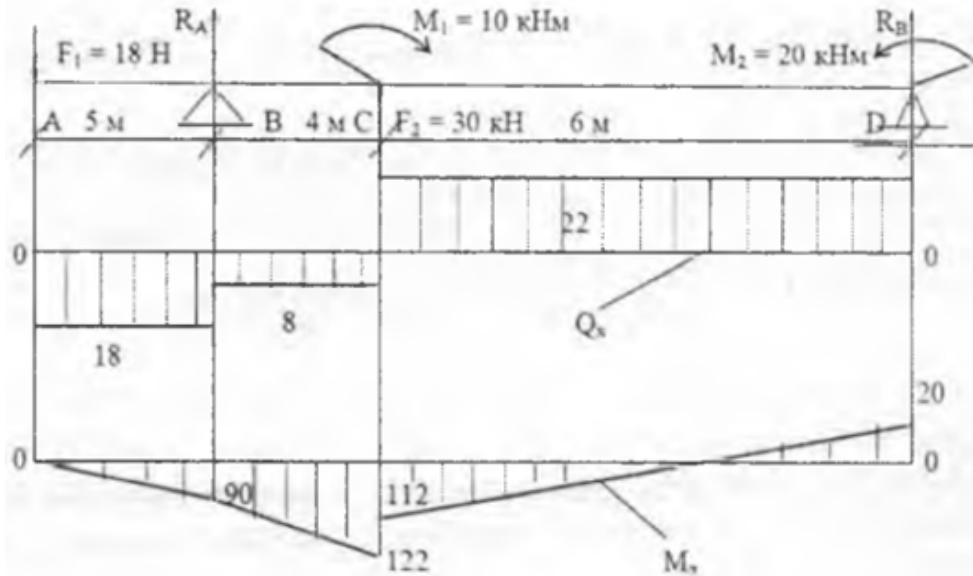

Рисунок 10 - Эпюры поперечных сил и изгибающих моментов однопролетной балки с консолью
Для заданной двухопорной балки (рис. 10) определить реакции опор, построить эпюры поперечных сил, изгибающих моментов и определить размеры поперечного сечения (h , b , d) в форме прямоугольника или круга, приняв для прямоугольника $h/b = 1,5$. Считать $[\sigma] = 160$ МПа.
Так как реакция R_D получилась со знаком минус, то изменяем ее первоначальное направление на противоположное. Истинное направление реакции R_D - вниз (рис. 10).
2. Делим балку на участки по характерным точкам (рис. 10).
3. Определяем ординаты и строим эпюру (рис. 10) Q_y слева направо:
4. Вычисляем ординаты и строим эпюру M_x (рис.10):